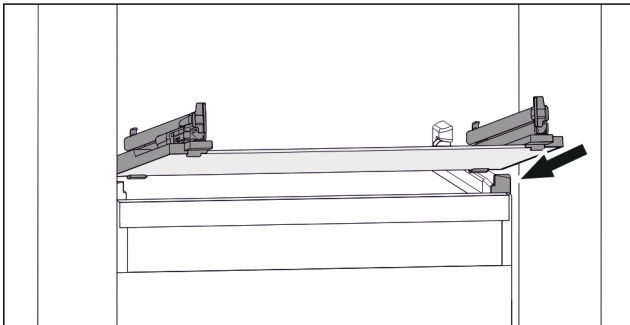

Fig. 110 Beispielhafte Darstellung der Glasplatte
- Glasplatte schräg hinter den Stopperrn aufsetzen. (siehe Fig. 110)